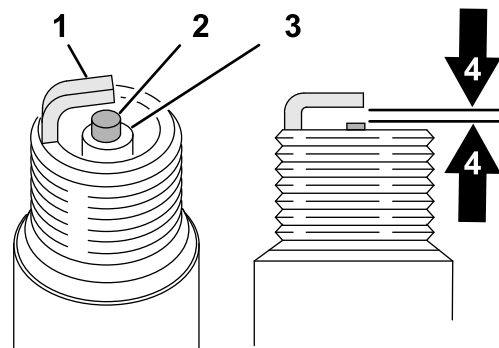

Figura 154
1. Controllate la parte centrale di entrambe le candele (Figura 154). Se l'isolatore è di color marrone chiaro o grigio, il motore funziona correttamente. Una patina nera sull'isolatore significa in genere che il filtro dell'aria è sporco.